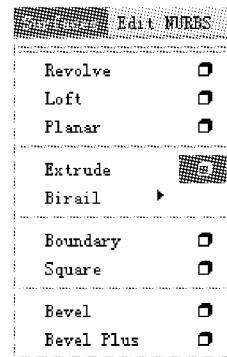

图 3-27 单击挤出命令后的图标
(2) 先选择封闭曲线再加选轨迹线,选择 Surfaces 模块,单击 Surfaces(曲面)→Extrude(挤出)命令后面的图标进行设置,如图 3-27 所示。